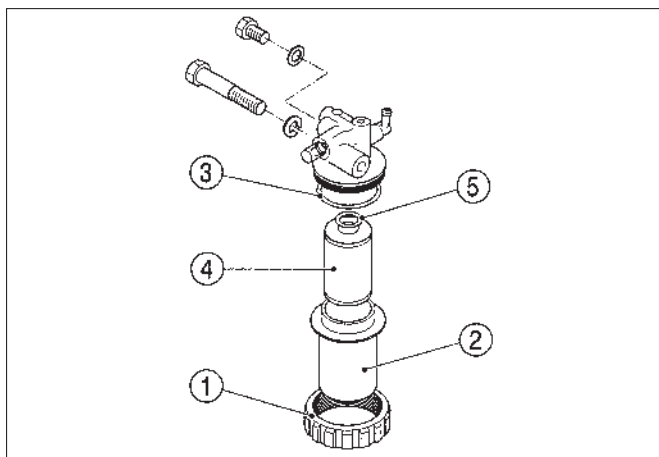

Fig. 89
FIG. 89: Pour remplacer l'élément du filtre à carburant ou éliminer les dépôts, fermez le robinet d'alimentation (haut). Desserrez doucement la bague cannelée (1) et retirez la bague, la cuve de sédimentation (2) et le joint torique (3). Vous pouvez alors nettoyer la cuve de sédimentation. Sortez l'élément filtrant (4) vers le bas et mettez-le au rebut. Contrôlez le petit joint torique (5) dans la tête du filtre et remplacez-le si nécessaire. Montez un nouvel élément, en le poussant vers le haut pour le mettre en place. Installez le joint torique sur la cuve de sédimentation et la bague cannelée. Serrez la bague et essuyez le carburant renversé.